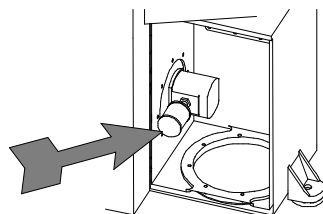

Fig. 21
d) substituir el aceite hidráulico de la máquina y el correspondiente filtro (cód. 01 000133, tabla 5-6-7) cada 8000 horas de trabajo efectivo (Fig. 21).